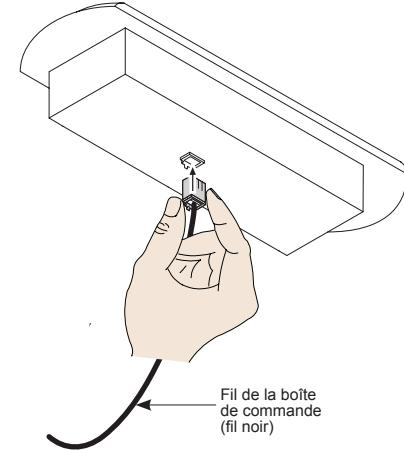

Figure 5 - panneau de commande
- 2 Appliquez une petite quantité d'adhésif autour de la base du panneau de commande (figure 5).